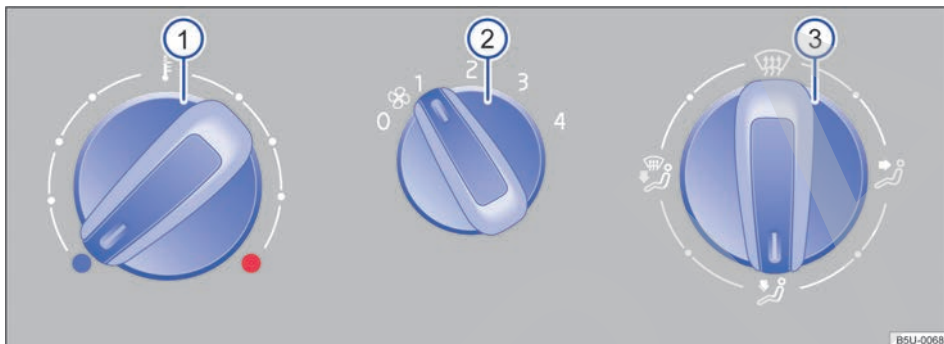
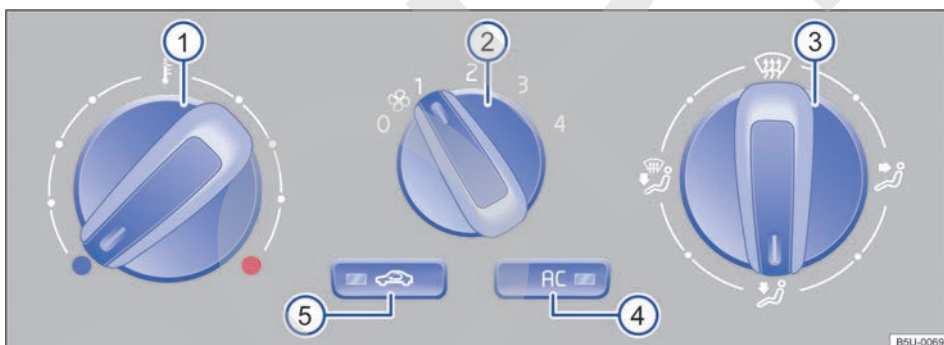

Fig. 124 En la consola central: comandos de la calefacción y la ventilación.
Fig. 125 En la consola central: comandos del aire acondicionado.
| Tecla, regulador | Información complementaria del sistema de calefacción y ventilación ⇒ fig. 124 y aire acondicionado ⇒ fig. 125. |
- En vehículos con sistema de calefacción, colocar el regulador de la temperatura ⇒ fig. 124 (1) totalmente hacia la derecha, en la posición máxima de calefacción.
- Colocar el regulador de la distribución de aire (3) en la posición .
- Colocar el ventilador (2) en la etapa 3 o 4.
- Colocar el regulador de la distribución de aire ⇒ fig. 125 ③ en la posición .
- Colocar el ventilador ② en la etapa 3 o 4.
- Apretar la tecla  ④ para conectar el sistema de refrigeración. La luz de control debe encenderse en la tecla. El modo de recirculación del aire se desactiva automáticamente y la luz de control en la tecla  ⑤ se apaga.
- Colocar el regulador de la temperatura ① en la posición deseada.